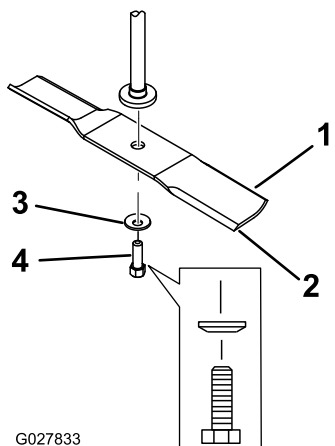

Figura 51
2. Retire del eje el perno de la cuchilla, la arandela curva y la cuchilla (Figura 51).
- Instale la cuchilla en el eje (Figura 51).
- Instale la arandela curva (con la copa hacia la cuchilla) y el perno de la cuchilla (Figura 51).